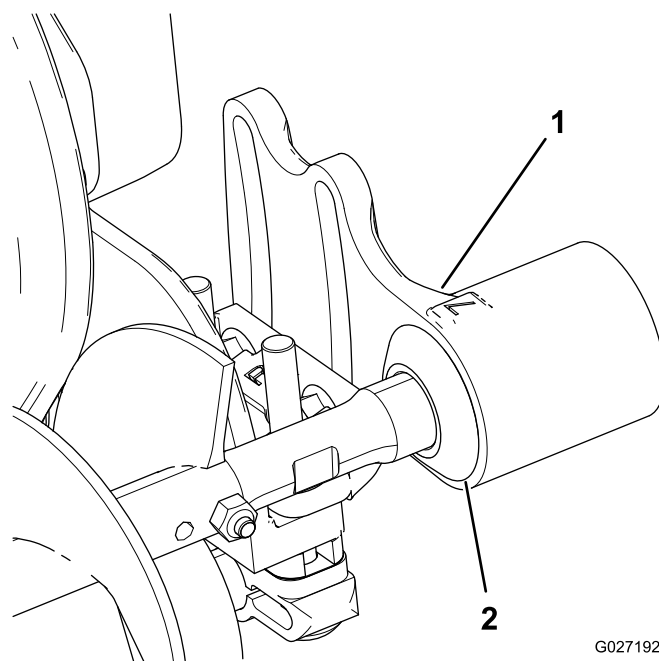

Figure 9
- Faites glisser chaque joint d'étanchéité vers l'extérieur jusqu'à ce qu'il soit en léger contact avec chaque logement de roulement (Figure 9).